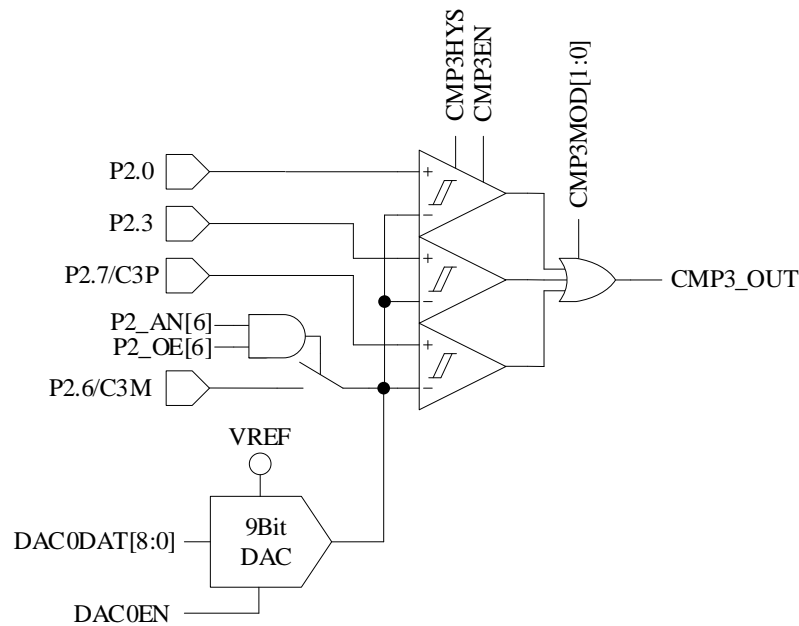

图 29-4 三比较器输入模式
- 配置 CMP\_CR1[CMP3MOD] = 1X，CMP3 为三比较器输入模式，具体输入输出端口及接法如图 29-4 所示